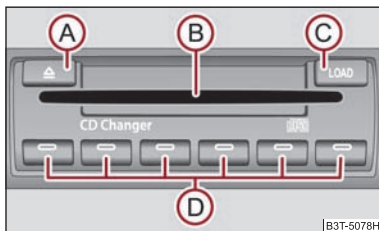

Fig. 146 Cargador de CD
- Pulse la tecla **C** ⇒ fig. 146 e introduzca el CD (Compact Disk) en la cavidad de CD **B**. El CD se coloca automáticamente en la próxima posición libre en el cambiador de CD. El diodo luminiscente de la tecla correspondiente **D** deja de parpadear.